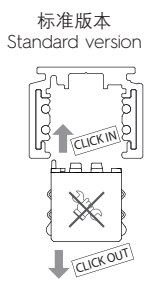

图 1a
- 适配器配备有喀哒声/喀哒声机制, 该机制无需使用工具即可自动插入轨道或从轨道插入/插入轨道 (图1a)。